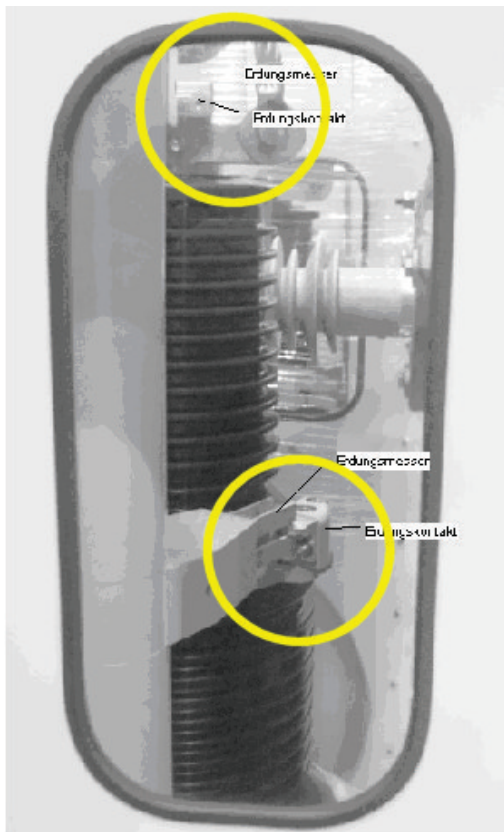

Bild 2-8 Erdungskontakte in Stellung "Erden"
- Kontrolle der sichtbaren Verbindung der Erdungsmesser am Hauptschalter mit den Erdungskontakten durch das rechte Sichtfenster in der Tür des HSG (siehe Bild 2-8; Seite 20).